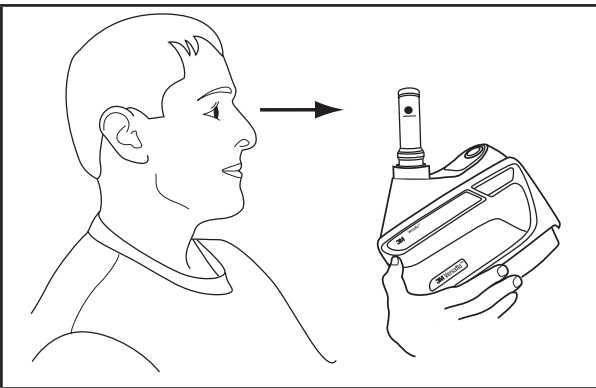

Fig. 16-2 – Vérification du débit d'air
- Avec le débitmètre en position verticale, s'assurer que le bas de la bille flottante est vis-à-vis ou au-dessus de la marque de débit minimal indiquée par la lettre correspondant à votre « zone » (Fig. 16-2). Pour obtenir une lecture exacte, le débitmètre doit se trouver en position verticale.